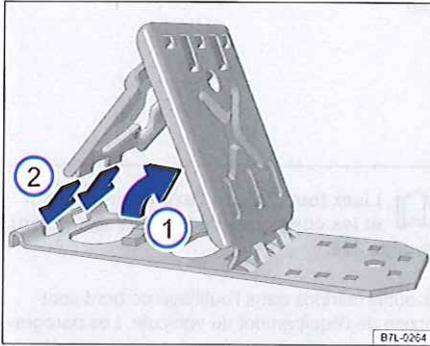

Fig. 219 Montage des cales pliantes
- Soulevez la plaque d'appui \Rightarrow fig. 219 ①.
- Dégagez la plaque d'arrêt et insérez complètement les deux « ergots » de la plaque d'arrêt dans les trous oblongs de la plaque de base ②.